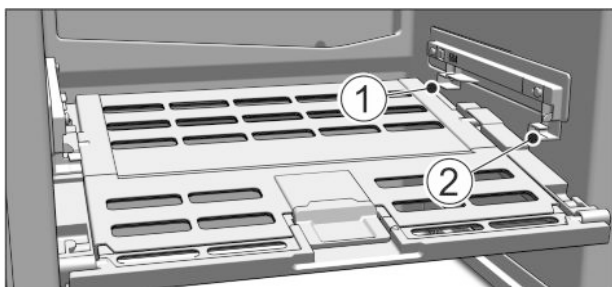

Fig. 10
- ▶ Wkładanie pokrywy Fruit & Vegetable-Safe: Ramiona pokrywy wprowadzić od dołu do tylnego uchwytu Fig. 10 (1) i zażebić z przodu w uchwycie Fig. 10 (2).